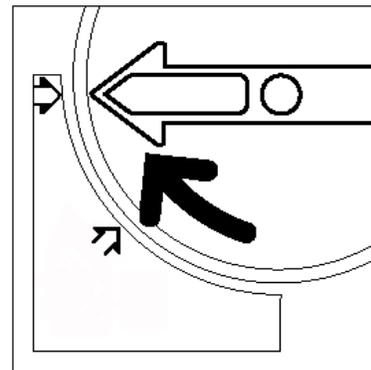

Figura 13: Girar e prender o cartucho
- 8 Gire o cartucho no sentido horário, até que o ponto no cartucho esteja alinhado com o ponto na copiadora/impressora e as setas no cartucho estejam na horizontal, conforme ilustrado na Figura 13